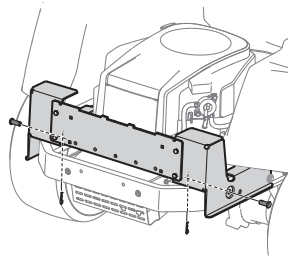

Figura 3
1. Deslice el conjunto de soportes de montaje a lo largo de los carriles del bastidor del tractor hasta que los ganchos de los soportes de montaje se alineen debajo de los pernos con reborde de su tractor, tal como se ve en la Figura 3.
2. Fije el conjunto de soportes de montaje en el tractor usando dos pasadores de horquilla (711-0310) y pasadores de chaveta (714-04023) del paquete de herrajes 689-02200. Consulte la Figura 3.